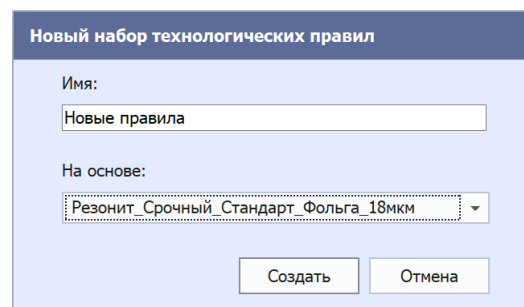

Рис. 121 Ввод имени для нового набора
3. В окне «Новый набор технологических правил» введите имя создаваемому шаблону правил в поле «Имя», Рис. 121.